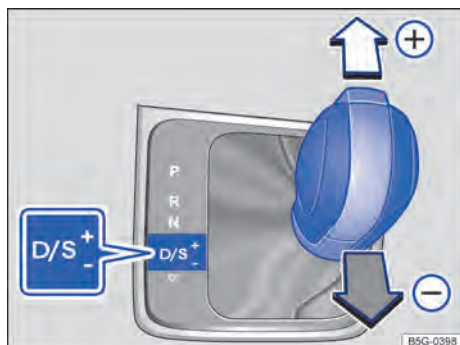

Fig. 136 Alavanca seletora na posição Tiptronic.
- Mover a alavanca seletora para frente (+) ou para trás (-) para aumentar ou diminuir a marcha → Fig. 136.